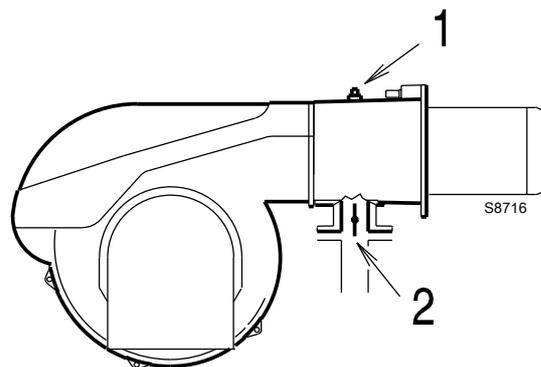

图 23
在测试点 1)(图 23) 处测量的燃气压力，其中：
燃气蝶阀 2) (图 23) 处压力损失，此时燃气蝶阀开启至最大 90°。
测试点 1)(图 23) 的燃气压力 = 11.6 mbar
计算测试点 1) (图 23) 处所需燃气压力，将燃烧器以最大比调出力运行：
- 读出右边栏 1 所示测试点 1)(图 23) 处压力。
测试点 1)(图 23) 所需的压力。